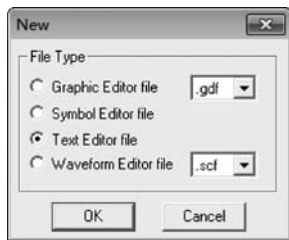

图 3.27 新建文本文件窗口
(1) 打开 MAX+plus II 设计管理器窗口,单击工具栏上的 New 按钮,选择 Text Editor file 选项,出现如图 3.27 所示的窗口。